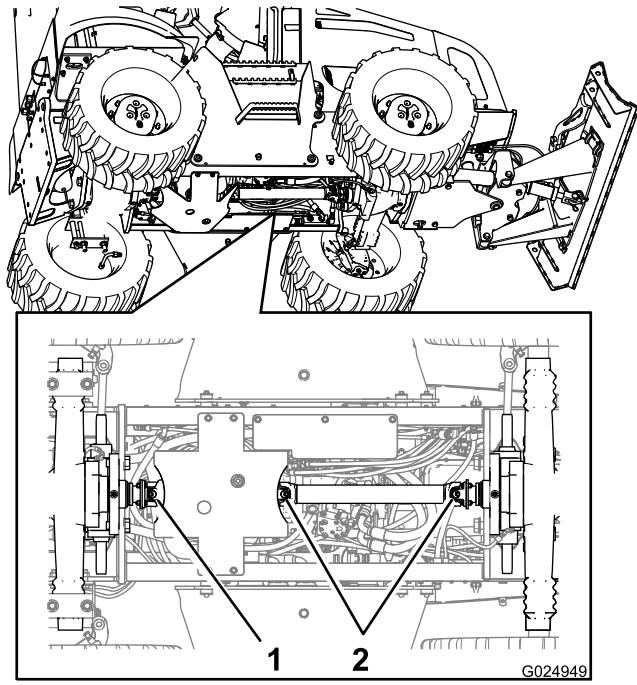

Figura 62
2. Conecte a pistola de graxa à graxeira da junta deslizante na extremidade dianteira do eixo cardan, e aplique 2 ou 3 bombeadas de graxa (Figura 62).
3. Conecte a pistola de graxa à graxeira da junta universal na extremidade dianteira do eixo cardan, e aplique 2 ou 3 bombeadas de graxa (Figura 62).
4. Conecte a pistola de graxa à graxeira da junta universal na extremidade traseira do eixo cardan, e aplique 2 ou 3 bombeadas de graxa (Figura 62).